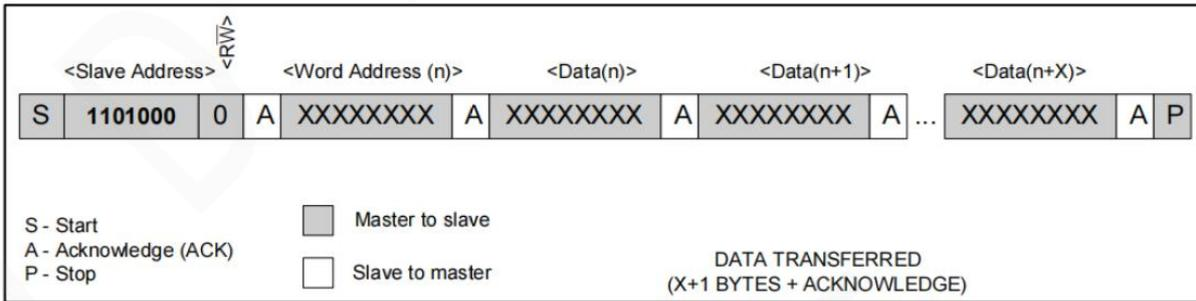

图 6 数据写入——从接收器模式
1、从接收器模式（写入模式）：器件通过 SDA 和 SCL 接收串行数据和时钟信号。每接收一个字节就发送一个应答位。START 和 STOP 位于串行传递的始末端。硬件在接收到从地址和方向位（见图 6）后，自动执行地址识别。主器件发起 START 条件后，接收到的第一个字节是从地址。此地址字节包含有 7 位的 GC1307 地址：1101000，接着是指示位（R/  $\bar{W}$ ）（此时该位为 0）。在接收到并解码出地址信息后，GC1307 在 SDA 线上输出一个应答位。在 GC1307 应答从地址+写入位之后，主器件将发送一个寄存器地址到 GC1307，当 GC1307 应答此次传递后，将在 GC1307 上设置寄存器指针。之后，主器件能够发送数据字节，且 GC1307 每接收一个字节后都将返回一个应答位。寄存器指针在每个字节被写入后自动递增。在所有数据传递完成后，主器件将产生一个 STOP（终止）条件，以此中断数据写入。